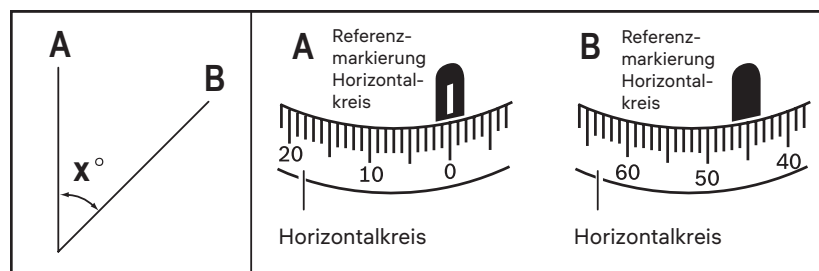

Abbildung 6
- Fokussieren Sie das Instrument auf die Latte A. Drehen Sie den Horizontalkreis (2), bis die Markierung "0" mit der Referenzmarkierung (3) übereinstimmt (Abb. 6).
- Fokussieren Sie das Instrument auf die Latte B. Notieren Sie die Winkelmessung der Referenzmarkierung (3) des Horizontalkreises (Abb. 6).
Der Winkelwert in Abbildung 6 ist 45°.
- Enfoque el instrumento en la barra A. Gire el círculo horizontal (2) hasta que la marca "0" quede alineada con la marca de referencia (3) (Fig. 6).
- Enfoque el instrumento en la barra B. Anote el valor de ángulo que la marca de referencia (3) indica en el círculo horizontal (Fig. 6).